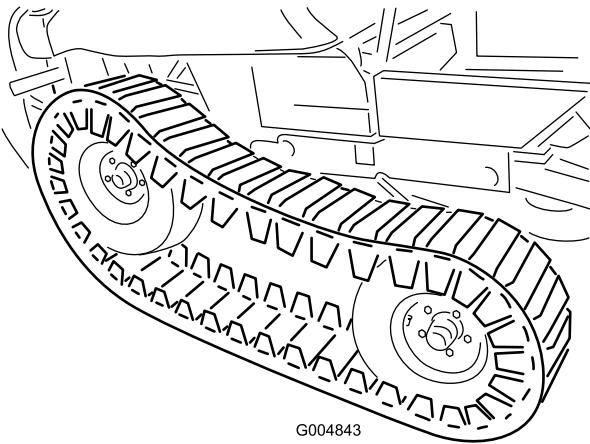

Bild 120
48. Heben Sie die Vorderseite der Kette mit einer anderen Person so weit an, dass Sie die Vorderreifen vorsichtig montieren können (**Bild 120**).